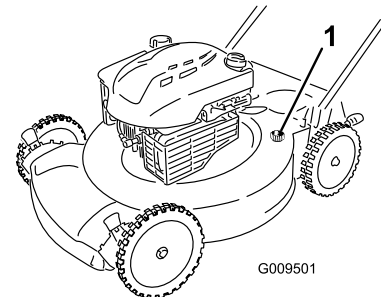

Figura 33
4. Collegate una canna da giardino al rubinetto dell'acqua e al foro di lavaggio sulla macchina (Figura 33).